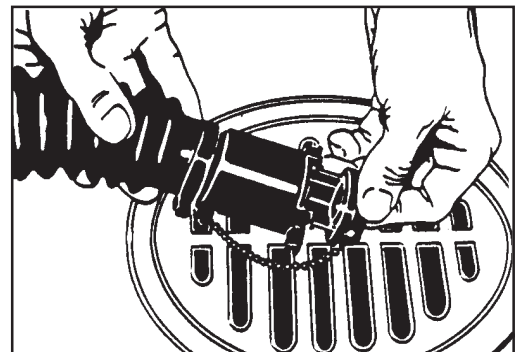

Figura 27
- 1.) Gire el mango de la válvula hacia la izquierda. Tire del mango para abrir el drenaje (Figura 27).